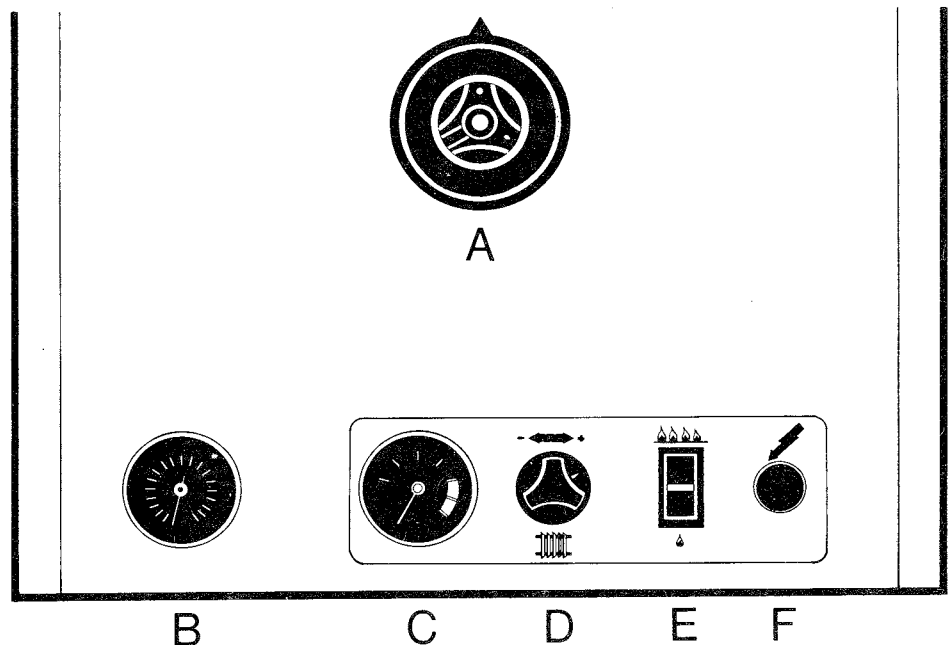

Fig. 8
### Surveillance du bon fonctionnement (fig. 8)
- tourner la manette (D fig. 8) de l'aquastat à fond vers la gauche.
- amener le repère blanc du bouton poussoir (A fig. 8) en face du repère de façade.
- appuyer sur l'interrupteur (E fig. 8) et le mettre en position ↓
Il y a lieu de s'assurer que la veilleuse est allumée, que l'interrupteur (E fig 8) est enclenché, que la manette de l'aquastat (D fig. 8) est correctement réglée vers la droite et que le thermostat d'ambiance est bien réglé.
### Vérifications préliminaires. (fig. 8)
### Réglage du chauffage central. (fig. 8)
### Fonctionnement sans thermostat d'ambiance. (fig. 8)